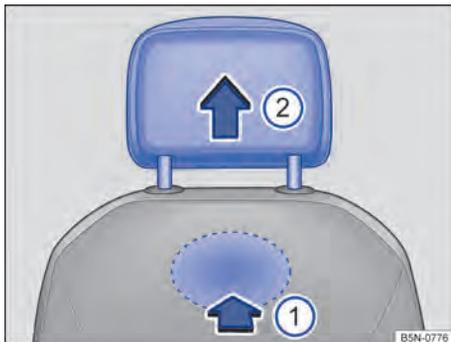

Fig. 79 Apoio para cabeça dianteiro: desinstalar.
- Para destravar, tatear o rebaixo na parte de trás, na área marcada → Fig. 79 1, empurrar para dentro no sentido da seta e manter pressionado.
- Retirar o apoio para cabeça no sentido da seta → Fig. 79 2.